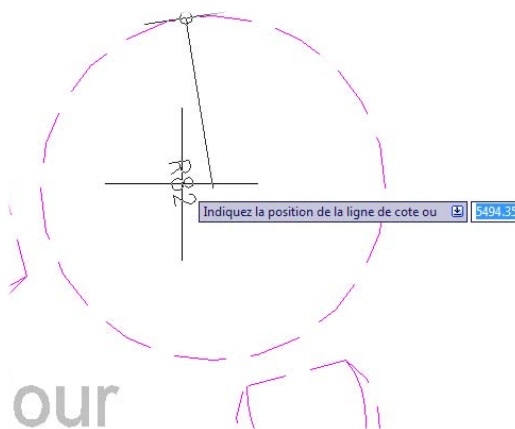

Figure 5.58
3. Indiquez le positionnement de la cote (voir Figures 5.58 et 5.59).